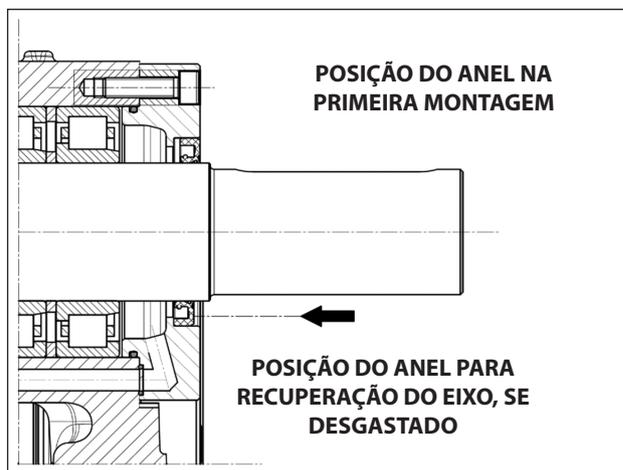

Fig. 64
Antes de proceder com a montagem do anel de vedação radial, verifique as condições da borda de vedação. Se for necessária a substituição, posicione o novo anel, conforme indicado na Fig. 64.
**Sempre que o eixo PTO apresentar um desgaste no diâmetro, em relação à borda de vedação, para evitar a operação de retificação, pode-se posicionar o anel na segunda passagem, conforme indicado na Fig. 64.**